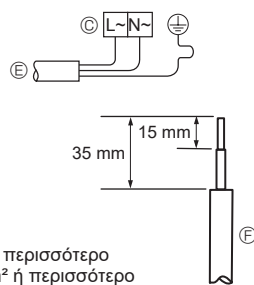
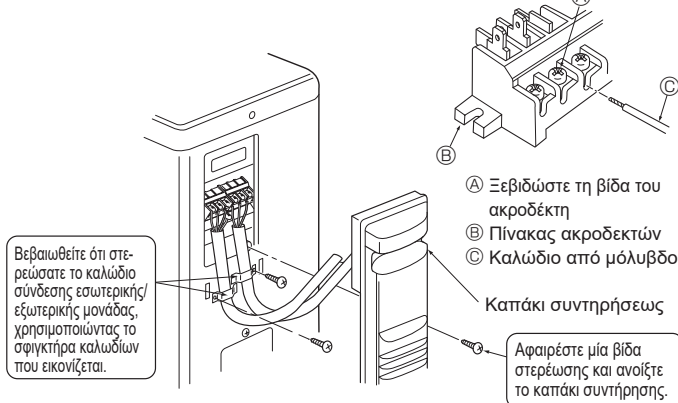
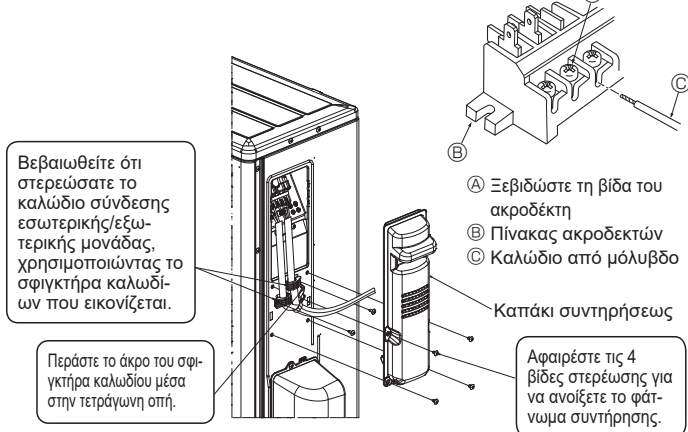
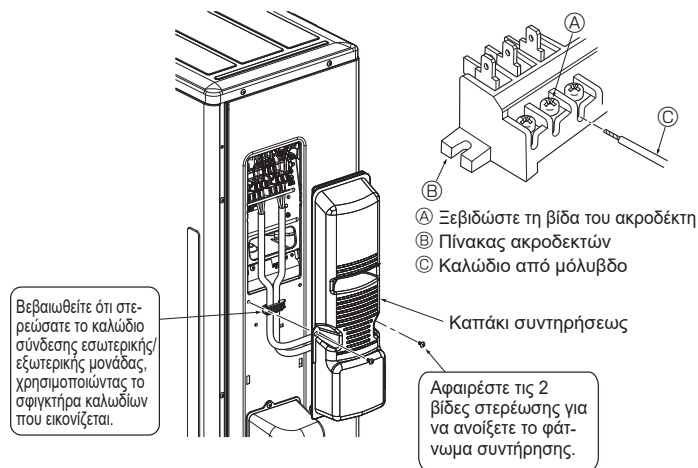

Fig. 6-2
Fig. 6-3
Fig. 6-4
Fig. 6-5
6.1. Εξωτερική μονάδα (Fig. 6-1, Fig. 6-2, Fig. 6-3, Fig. 6-4, Fig. 6-5)
- 2 Συνδέστε τα καλώδια σύμφωνα με τις Fig. 6-1, Fig. 6-2, Fig. 6-3, Fig. 6-4 και Fig. 6-5.
- Εκτελέστε την καλωδίωση, όπως φαίνεται στο διάγραμμα κάτω αριστερά. (Προμηθευτείτε το καλώδιο επί τόπου) (Fig. 6-2)